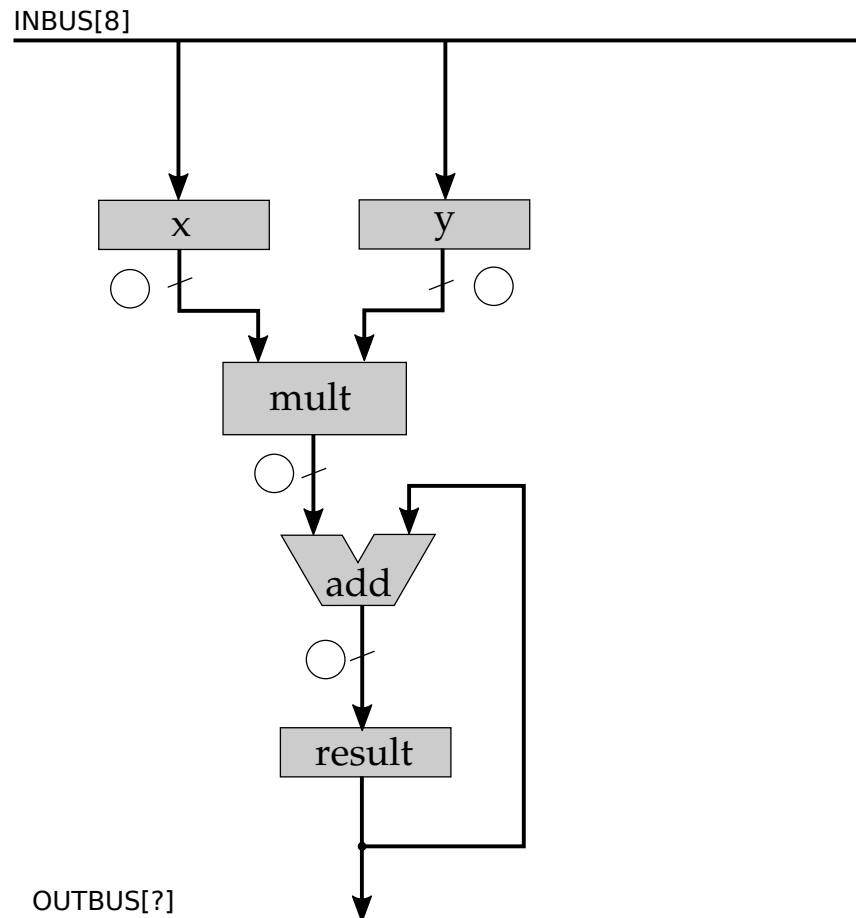

Abbildung 10: Datenpfad zur Berechnung des Skalarprodukts
- (a) Zeichnen Sie für  $n = 5$  die minimalen Busbreiten in die dafür vorgesehenen Kreise im Datenpfad (Abbildung 10) ein, so dass es zu keinem Überlauf kommt und begründen Sie Ihre Entscheidung. Wie viele Bits muss dann das Register `result` speichern können?